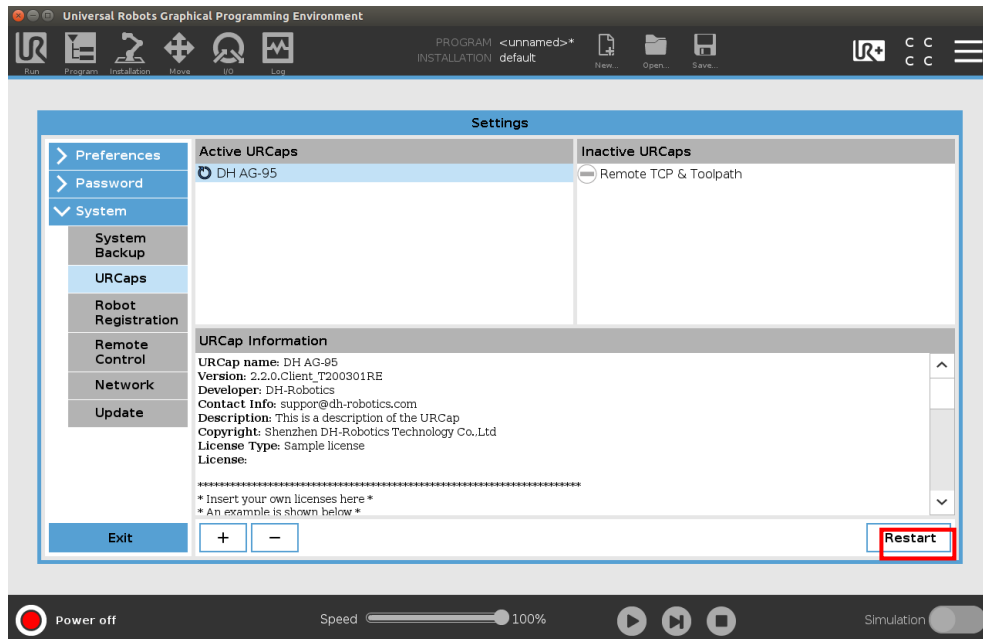

图 5.23 重启软件
5. 点击 **Restart** 按钮以完成安装。如图 5.23 所示。